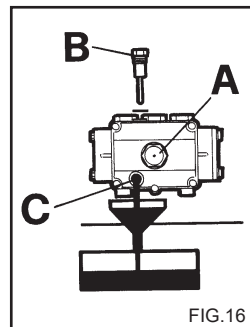

FIG.16
2) Отвинтите пробку с щупом контроля уровня (fig. 16).